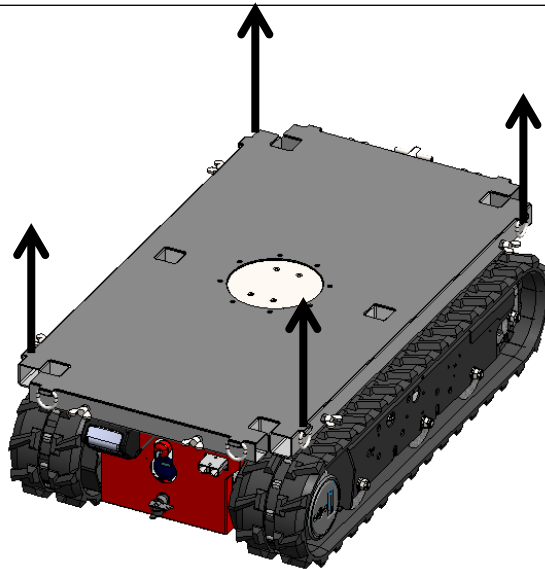

Figure: 24
- Hissez le Chariot Transporteur à l'aide d'élingues ou de chaînes d'une capacité de 750 kg minimum. Montez-les aux 4 anneaux de hissage présents sur le flanc du plateau (Voir Figure 24).